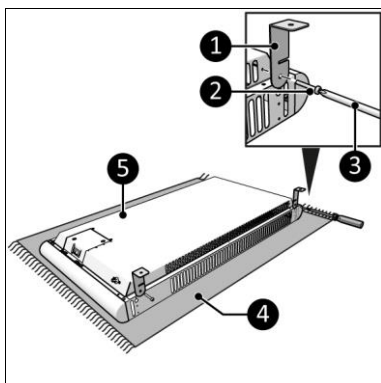

Figura 11
7. Așezați dispozitivul pe o suprafață netedă și stabilă (Figura 11, poz. 4).
8. Înșurubați și strângeți două suporturi (Figura 11, poz. 1) pe ambele părți ale corpului principal (Figura 11, poz. 5) cu un șurub mic (Figura 11, poz. 2), folosind o șurubelniță cu cap în cruce (Figura 11, poz. 3).